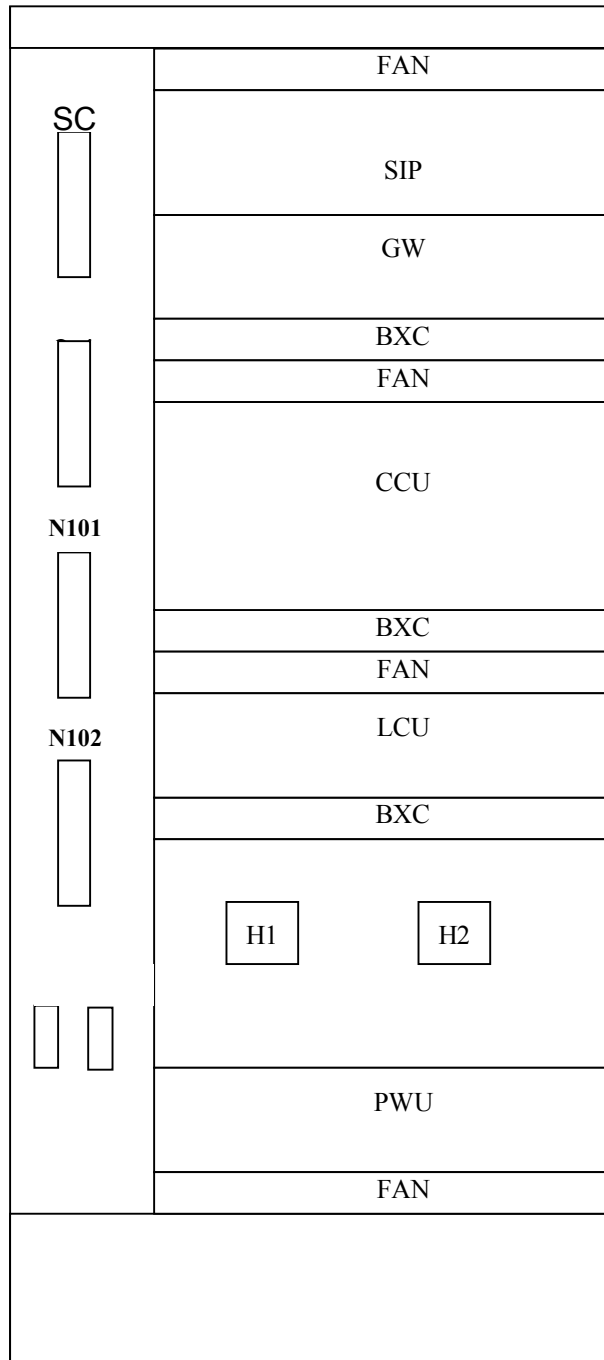

Рис. 4 Схема компоновки в центральном микрокомпьютерном контрольном шкафу
- Центральный микрокомпьютерный контрольный шкаф включает в себя: CCU, GW, LCU, SC, преобразовательный изолирующий выключатель, панель показа положений, нагревательное устройство, систему вентиляции, внешнюю соединительную розетку и др. Составные части, см. на рис. 4.